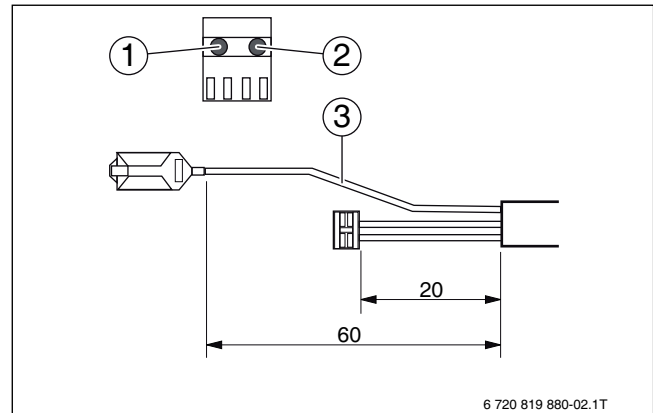

Рис. 19 Подключение насосов горячей воды и системы отопления
- ▶ Отсоедините провод запального электрода (→ Рис. 19, [1]).
- ▶ Снимите заднюю крышку блока управления (→ Рис. 19,[2]).
- ▶ Укоротите провода «фаза» и «ноль» таким образом, чтобы провод заземления был длиннее (→ рис. 19).
- ▶ С помощью обжимного инструмента закрепите коннектор насоса на проводах «фаза» и «ноль» (→ рис. 19).